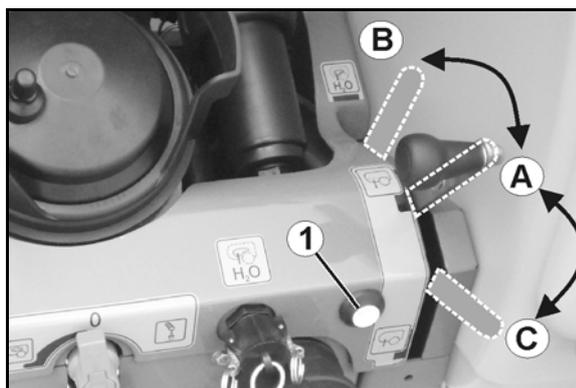

Fig. 86
- Cambio por control remoto de la posición de pulverizado (Fig. 86/A) a la posición de enjuague (Fig. 86/B).
Cambio de la posición de llenado (Fig. 86/C) a la posición de pulverización (Fig. 86/A) mediante el terminal de mando o desde el panel de control (Fig. 86/1)..